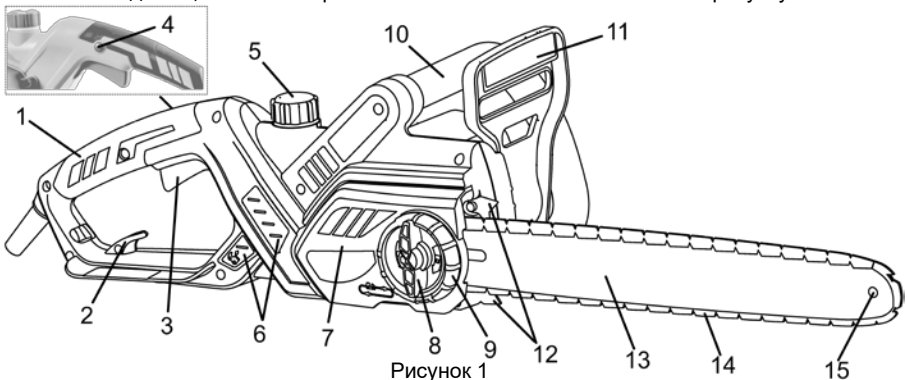

Рисунок 1
4.1.2 Переведіть щиток захисного пристрою (11, рисунок 1) в бік пиляльної гарнітури (гальмо ланцюга активовано).
4.1.3 Перевірте, що пускова клавіша не заблокована в увімкненому положенні. Вставте штепсельну вилку в розетку подовжувача, який потрібно зафіксувати петлею, яка накинута на гачок (2, рисунок 1) через отвір в рукоятці.